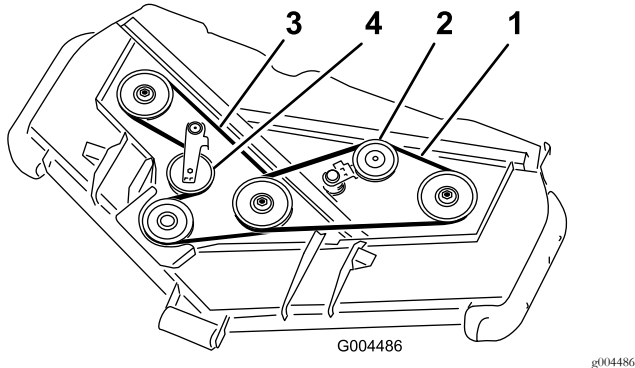

图18
3. 使用呆套筒扳手或类似工具将顶部皮带的怠轮皮带轮图18移离顶部传动皮带以放松皮带的张紧力并让皮带滑离皮带轮。
4. 如图18所示绕着齿轮箱皮带轮、底部花键皮带轮和怠轮皮带轮组件摆放新皮带。
5. 如图18所示绕着顶部花键皮带轮和怠轮皮带轮组件摆放新皮带。